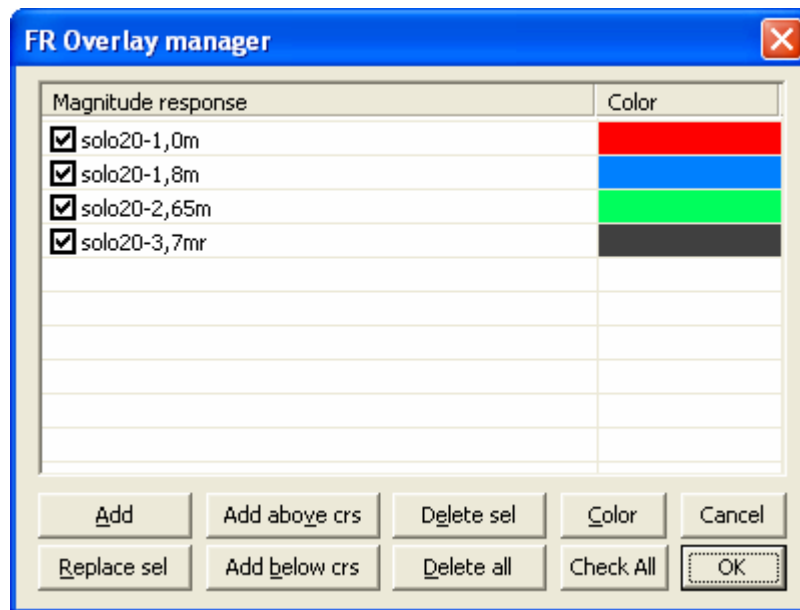

Imagen 8.4: Menú „FR Overlay Manager“
Para continuar con la gestión de superposiciones, procedemos con la pantalla '**FR Overlay Manager**' (véase Imagen 8.4). Se abrirá a través del comando '**Overlay → Manage Overlays**'.
- Análisis, listo (véase Imagen 8.4)